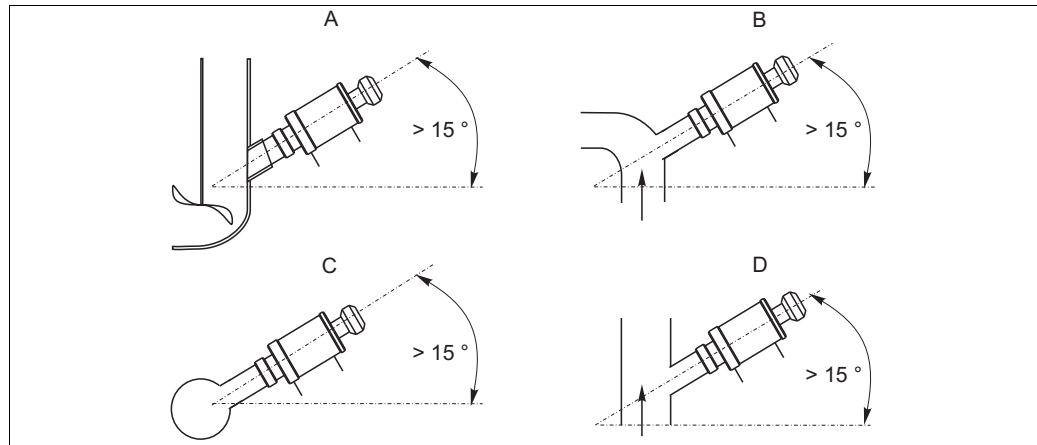

Abb. 2: Einbaubeispiele mit empfohlenem Einbauwinkel (Glaselektroden)
-  2 Dieses Symbol steht für einen Querverweis auf eine bestimmte Abbildung (z.B. Abb. 2).